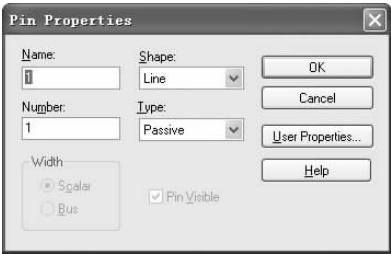

图 2-28 “Pin Properties（引脚属性）”对话框
4. 双击某一个引脚，弹出属性对话框，在这里可以设置名称、编号、线型、类型等，如图 2-28 所示。